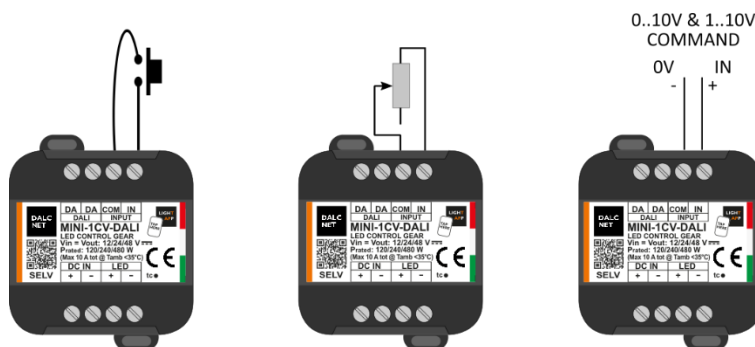

Figura 4: Schema di collegamento del comando locale
2. Cablaggio di comando locale: collegare il pulsante N.A., il segnale 0/1-10V o potenziometro 10 kΩ ai morsetti "COM" (negativo) e "IN" (positivo) del terminale INPUT rispettando uno dei cablaggi riportati nello schema in Figura 4.